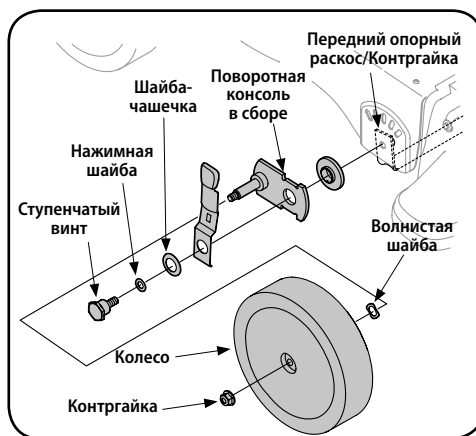

Рисунок 7-8
9. Отсоедините фланцевые контргайки, передние колеса и волнистые шайбы, прикрепленные к поворотным консолям в сборе. См. рисунок 7-8.